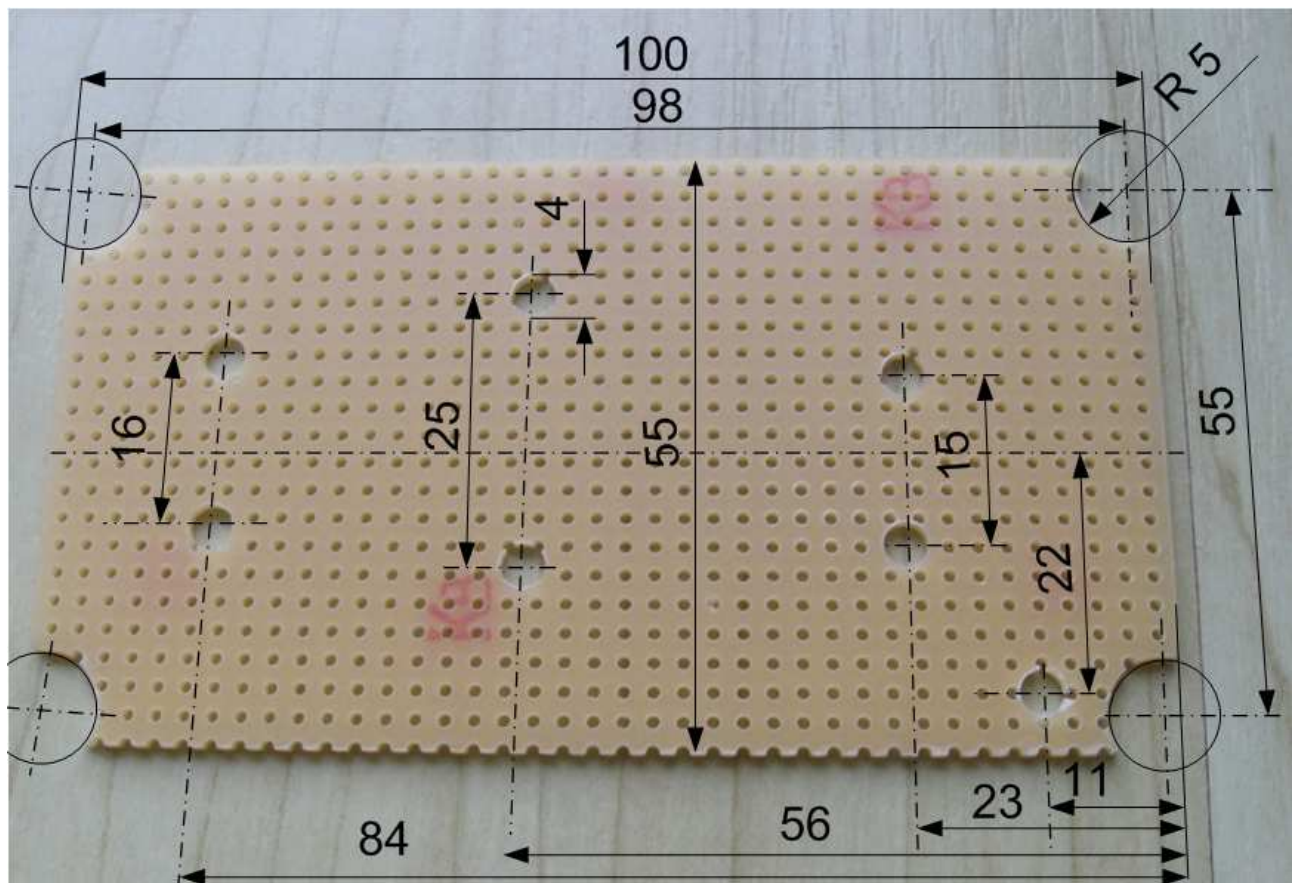

Bild 7
- Die Träger-Platine bohren wir anhand des Massbildes gemäss Bild 7.